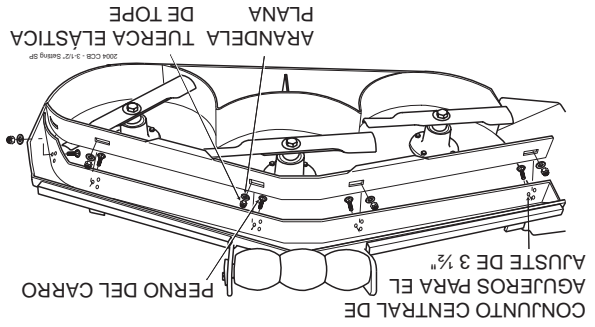

Figura 11. Posición 3-1/2" del deflector de corte personalizado
B. Posición 3-1/2" (ajuste de fábrica) - el deflector se instala usando el conjunto central de agujeros en el deflector frontal soldado dentro de la plataforma de corte. (Vea la Figura 11) Para cortes de propósito general, coloque el deflector de corte personalizado en la posición 3-1/2". Esto le da la mejor combinación de desempeño de corte en todos los tipos de césped.